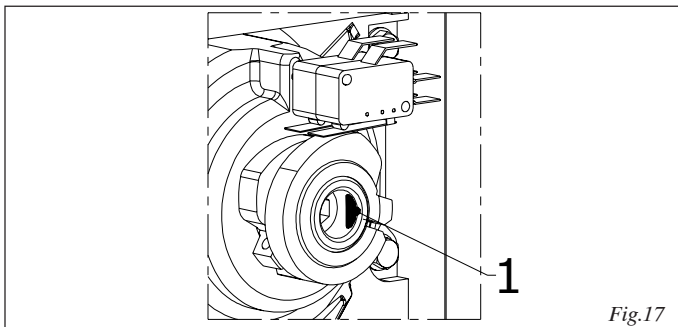

Fig.17
El tope mecánico está constituido por una clavija elástica (fig.17 ref.1) que no debe superarse para no perjudicar el funcionamiento del dispositivo de desbloqueo.